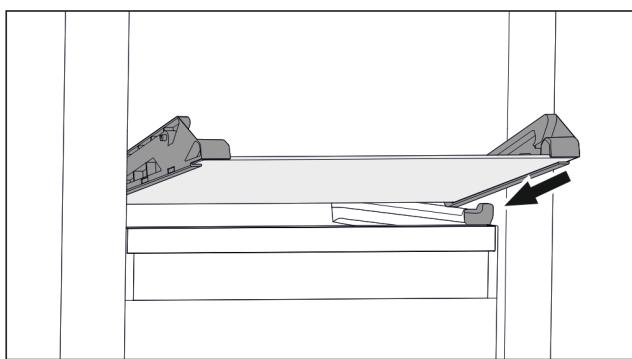

Fig. 62 Стеклянная пластина откидного выдвижного ящика
- Наклоняя вниз, установите стеклянную пластину за стопоры. (см. Fig. 62)